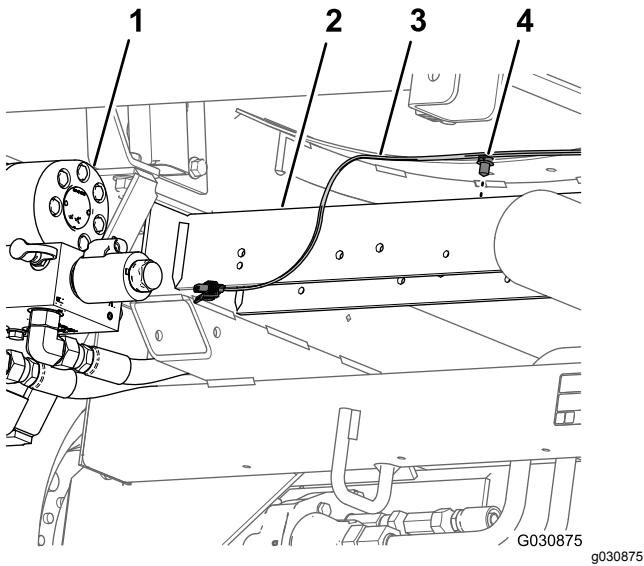

Bild 59
6. Entfernen Sie die Einstekkbefestigung, mit der der hintere Kabelbaum (Bild 59) in den Löchern im hinteren Querrohr (hinter den Hydraulikantriebsmotoren) befestigt ist.